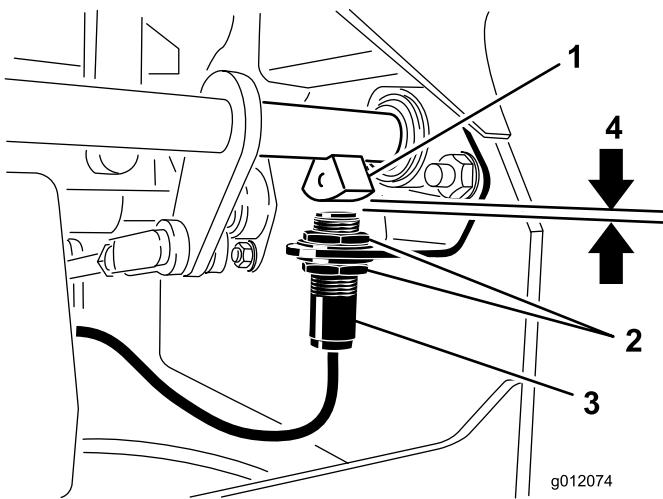

Figura 57
4. Desloque o interruptor para cima ou para baixo no suporte até que a distância entre o sensor do travão e o êmbolo do interruptor seja de 3,9 mm (Figura 57).